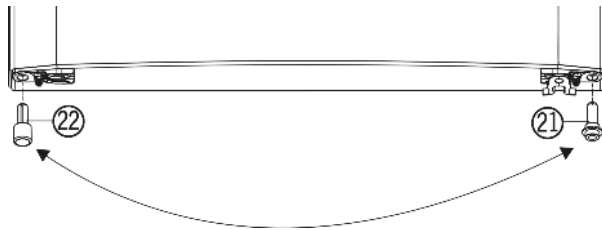

Fig. 5
- Ota alhaalla vasemmalla oleva väliosa Fig. 5 (22) pois ovesta.
- ▶ Laita väliosa Fig. 5 (22) uudelleen oveen alas vasemmalle.